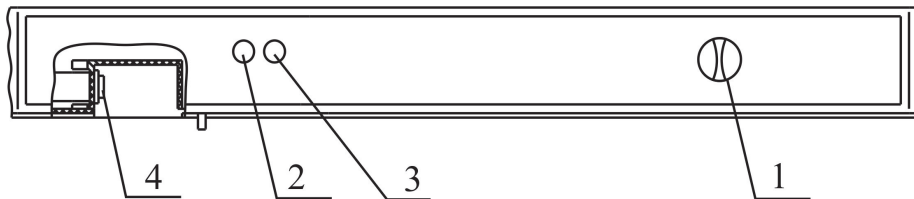

Рис. 2 Схема расположения приборов управления и сигнализации
6.1 Включение и отключение холодильника производится штепсельной вилкой сетевого шнура (не рекомендуется тянуть за сетевой шнур). Загоревшаяся зеленая лампа 2 (рис.2) на панели свидетельствует о том, что холодильник включен в электросеть. Желтая индикаторная лампа 3 горит при работе холодильника в режиме замораживания.
6.2 Температурный режим в холодильной камере устанавливается путем поворота ручки терморегулятора 1 (рис.2) до выбранного по шкале температурного режима. При этом:
6.3 Если Вы хотите сократить время замораживания продуктов, то можете использовать режим замораживания. Режим замораживания включается нажатием клавиши переключателя 4 (рис.2) . При этом на панели загорается индикаторная лампа 3 (рис.2).
ВНИМАНИЕ ! Не позднее 24 часов после загрузки последней партии продуктов переведите холодильник в режим хранения, нажав клавишу переключателя 4, при этом индикаторная лампа 3 (рис.2) гаснет.